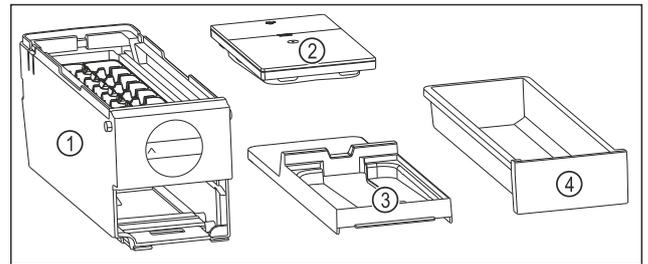

Fig. 147 EasyTwist-Ice 的组成部分
- ▷ EasyTwist-Ice 已被拆解为四部分。(参见 Fig. 147)
- ▶ 仅将 EasyTwist-Ice 拆解成所示的组成部分。(参见 Fig. 147)
- ▶ 将 EasyTwist-Ice 机身 Fig. 147 (1) 作为整体进行清洁。